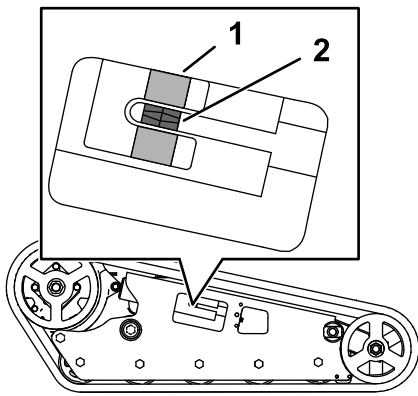

Figura 58
Compruebe que el bloque tensor está alineado con la guía verde de la pegatina, o que el bloque está a 1,3 cm del extremo trasero de la ranura del tubo tensor (Figura 58).
4. Usando una llave de carraca de 1/2", gire el tornillo tensor hasta que el bloque tensor quede alineado con la guía verde de la pegatina o esté a 1,3 cm del extremo trasero de la ranura del tubo tensor (Figura 58).
8. Compruebe que el bloque tensor quede alineado con la guía verde de la pegatina o esté a 1,3 cm del extremo trasero del tubo tensor en ambas orugas (Figura 58). Ajustelo si es necesario.